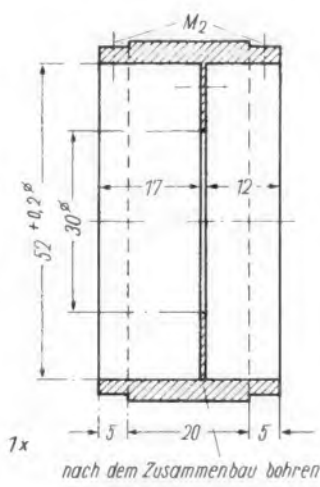

Bild 7. Vorderdeckel
Wir kommen nun zur Anfertigung des Gehäuses. Auch dieses wird vorteilhaft aus Messing hergestellt und matt vernickelt. Es ist etwas schwerer als eine Leichtmetallausführung. Den Kopf drehen wir nach Bild 6. — Vorder- und Hinterdeckel nach Bild 7 und 8 werden durch je drei
- 1 Vorderdeckel Bild 7